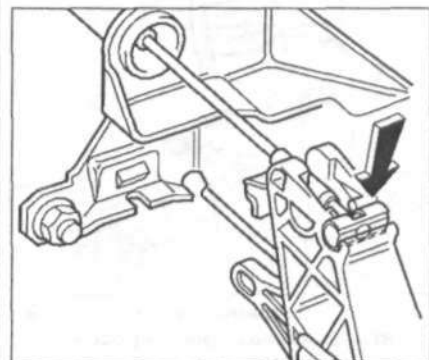

Рис. 8.5. Отцепите трос привода сцепления от педали сцепления (стрелка).
7. Отцепите трос привода сцепления от педали сцепления (стрелка) (рис. 8.5).
14. Отцепите трос привода сцепления от педали сцепления (**стрелка**) (рис. 8.5).